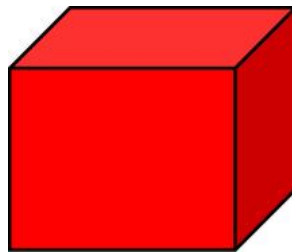

图 3.3 5cm 正方体
7. 投放物资由比赛队伍自行准备，规格为 5cm 的正方体如图 3.3，颜色分别为黑、白、红、黄。